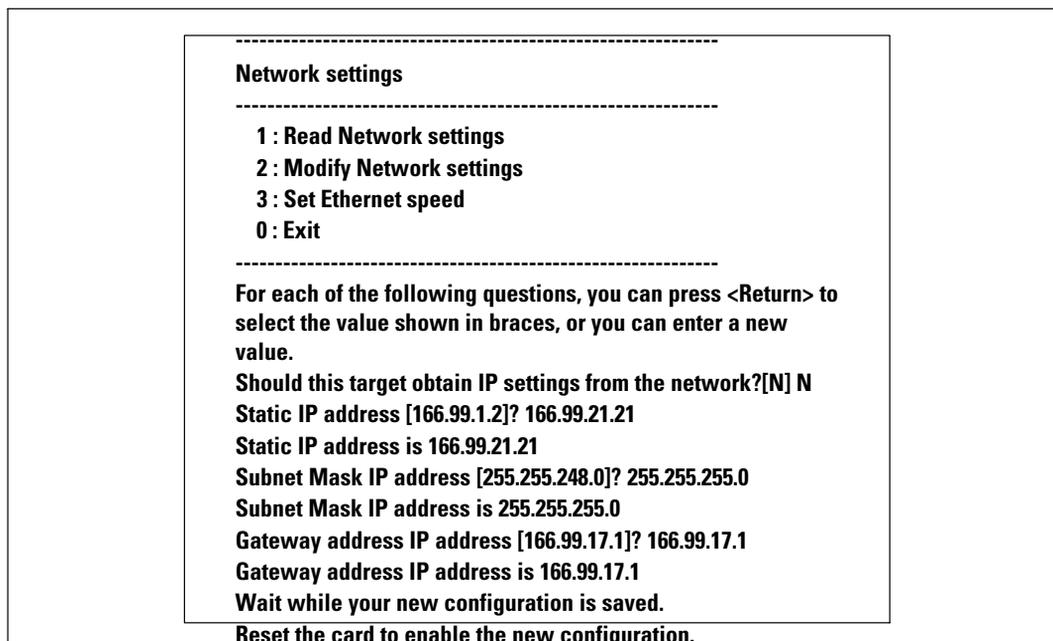

Figure 11. Modification des réglages réseau
- 1 A partir du menu principal, tapez 2 et appuyez sur **Entrer**. Tapez 2 et appuyez à nouveau sur **Entrer** pour modifier les réglages du réseau. Le menu des réglages réseau s'affiche (voir Figure 11).